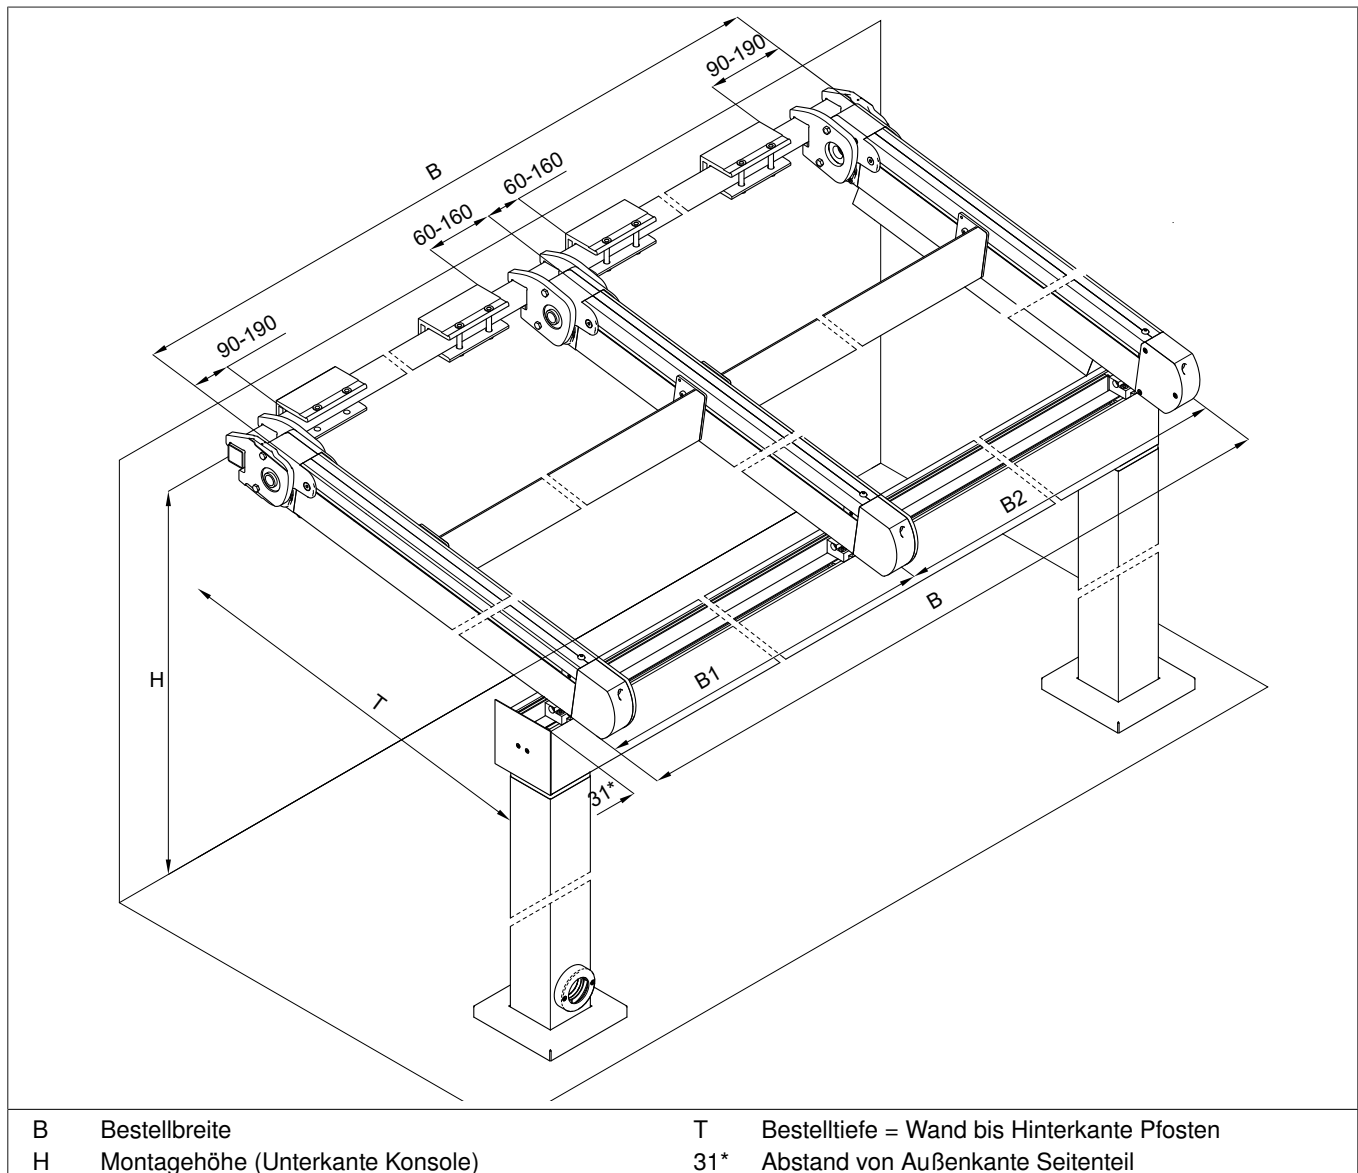

Abb. 2: Maßskizze Perea P70 (alle Maßangaben in mm)
■ Die Position der Konsolen auf den Montageuntergrund übertragen (siehe Abb. 2). Auf Höhengleichheit achten. ■ Die Konsole an der Markierung senkrecht und waagerecht ausgerichtet halten. ■ Das Bohrbild übertragen. ■ Die Befestigungslöcher bohren.
- Das Portal aufstellen. Die Position (siehe Abb. 2/Seite 6) ausmitteln und das Portal zum Tragrohr grob ausrichten.